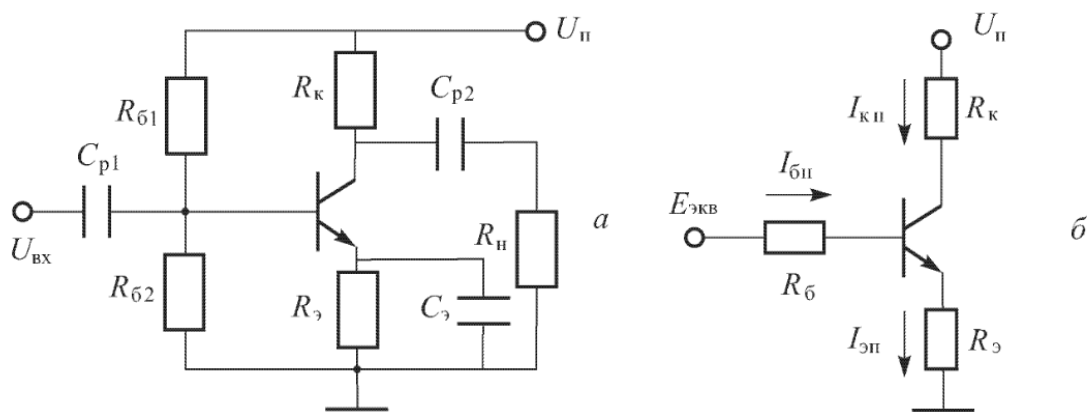

Рисунок 1 – Эквивалентная схема резисторного усилителя
1. Определить точку покоя резисторного усилителя (рисунок 1) на транзисторе КТ 3176 А9, если:  $U_n = 10$  В,  $R_k = 19,5$  Ом,  $R_3 = 0,5$  Ом,  $R_{\delta 1} = 385$  Ом,  $R_{\delta 2} = 40$  Ом,  $h_{21э} = 180$ . Характеристики транзистора приведены на рис. П.3. Определить дифференциальный параметр  $h_{11э}$  в точке покоя.
2. Определить точку покоя резисторного усилителя (рисунок 1) на транзисторе 2Т 860 А, если:  $U_n = 16$  В,  $R_k = 9$  Ом,  $R_3 = 1$  Ом,  $R_{\delta 1} = 650$  Ом,  $R_{\delta 2} = 100$  Ом,  $h_{21э} = 140$ .
3. Определить точку покоя резисторного усилителя (рисунок 1) на транзисторе 2Т860 А, если:  $U_n = 24$  В,  $R_k = 19$  Ом,  $R_3 = 1$  Ом,  $R_{б1} = 900$  Ом,  $R_{б2} = 100$  Ом,  $h_{21э} = 130$ .